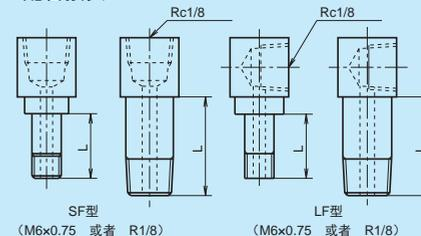

图 12 润滑脂注入嘴与专用配管接头
(1) 润滑用零件的种类
润滑脂注入嘴和专用配管接头, 如图 12、表 10 所示。根据双密封、护板、NSK K1 的片数增加等及防尘零件, 备有颈长 (L) 不同的润滑用零件。